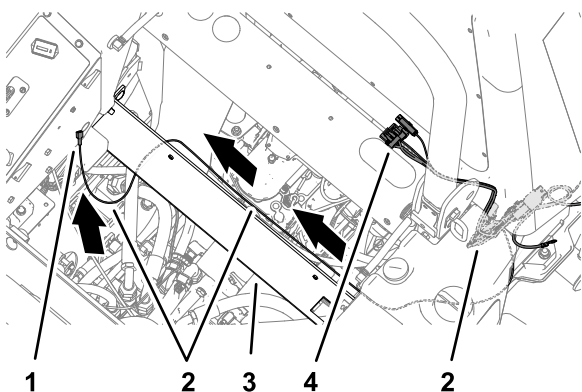

Figure 8
2. Acheminez la branche du faisceau dotée du connecteur à languette le long de la traverse en direction du panneau d'accès du couvercle du panneau de commande (Figure 8).